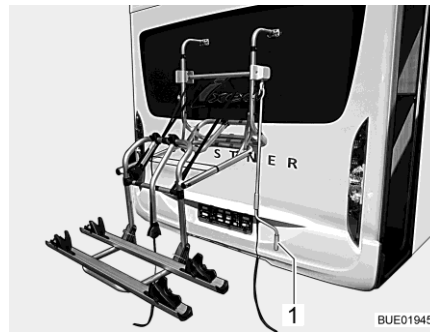

Fig. 5 Portabicicletas, bajado
- Colocar la manivela (Fig. 5,1) en el portabicicletas y bajar el portabicicletas a la altura de la mano.